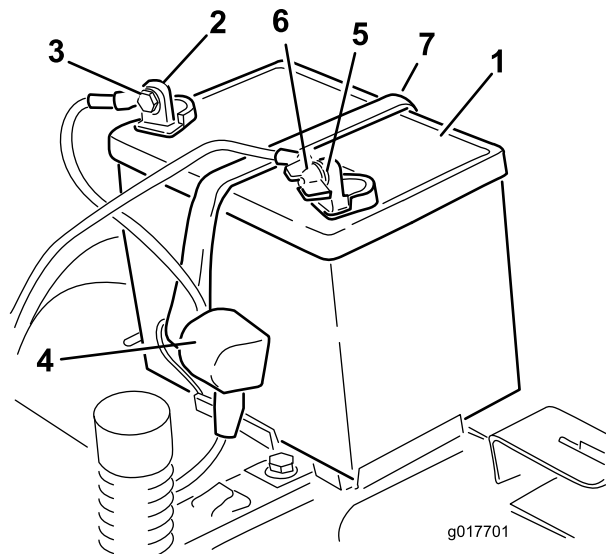

Figura 37
4. Desconecte el cable negativo de tierra (negro) del borne de la batería (Figura 37). Guarde todos los herrajes.
5. Deslice hacia arriba la cubierta de goma del cable positivo (rojo). Desconecte el cable positivo (rojo) del borne de la batería (Figura 37). Guarde todos los herrajes.
6. Retire la correa de sujeción de la batería (Figura 37) y levante la batería para retirarla de su bandeja.
- Coloque la batería en la bandeja (Figura 37).
- Fije la batería con la correa de sujeción (Figura 37).